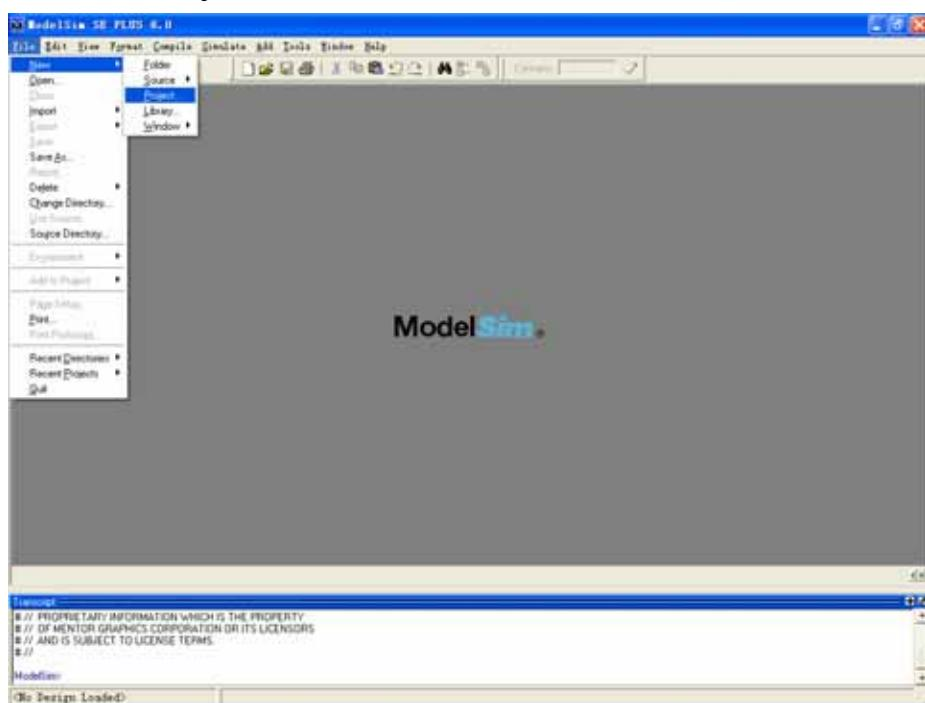

图 1 新建工程
1. 执行 File→New→Project 命令,如图 1 新建工程 所示。